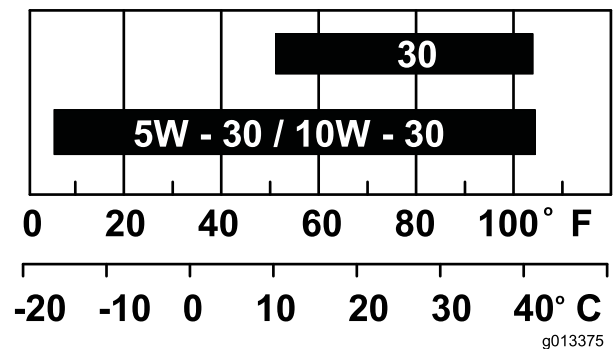

Figura 14
**Viscosidad:** Consulte la tabla siguiente (Figura 14).